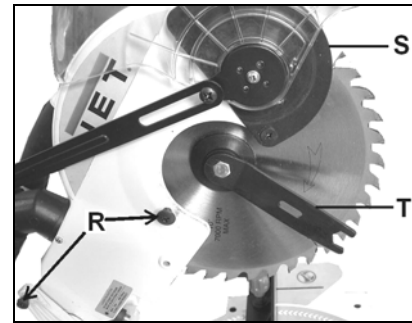

Рис. 9
Снимите защитный кожух диска пилы, для чего освободите оба винта (R, Рис. 9) на стороне защитного кожуха и отведите защитный кожух вверх (S).
Установите защитный кожух пильного диска и закрепите его обоими винтами (R, Рис. 9).